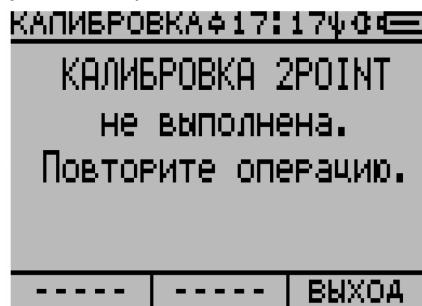

Рисунок 2.86
13) Если процедура калибровки не будет выполнена успешно, то на экране дисплея появится следующее сообщение: «**КАЛИБРОВКА 1POINT не выполнена. Повторите операцию.**» (рисунок 2.86). Проверить настройки, повторить процедуру сначала.